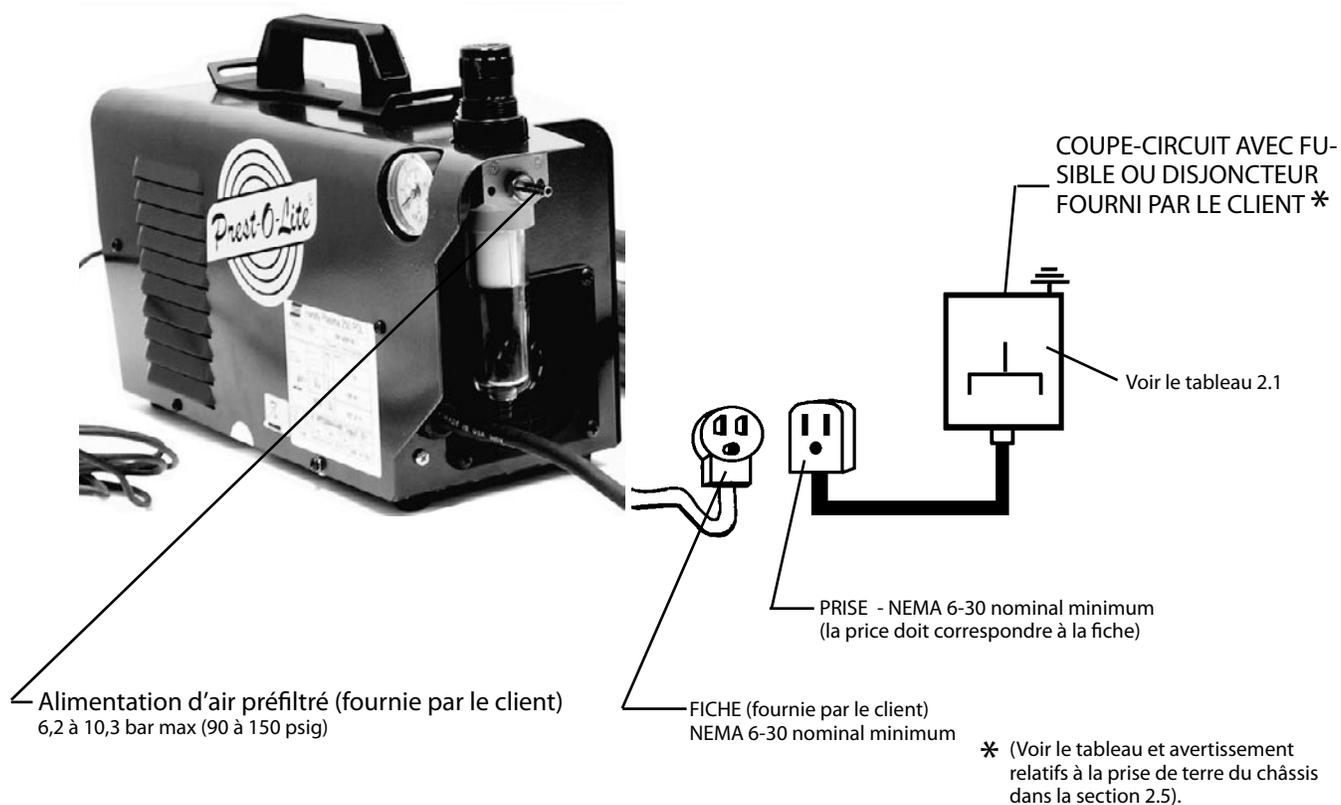

Figure 2-1 Diagramme d'interconnexion principale du Prest-O-Lite® 250
1. Branchez votre alimentation d'air à la connexion d'entrée du filtre-régulateur. Voir la figure 2-1.